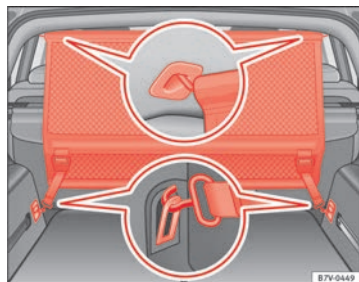

Fig. 95 Nel bagagliaio: Montare la rete divisoria dietro la seconda fila di sedili.
- Agganciare la rete divisoria al supporto posteriore sinistro del tetto ⇒ fig. 95. Assicurarsi di guidare la barra dalla parte superiore verso il basso.
- Fissare i due ganci della rete divisoria alle cinghie anteriori del bagagliaio ⇒ fig. 95, quindi tendere le cinture.
- Agganciare la rete divisoria al supporto anteriore sinistro del tetto ⇒ fig. 95 **A**. Assicurarsi di guidare la barra dalla parte superiore verso il basso.
- Rimuovere i ganci della rete divisoria dagli occhielli ⇒ fig. 95.
- Sganciare la rete divisoria dal supporto destro del tetto ⇒ fig. 95 premendo la barra.